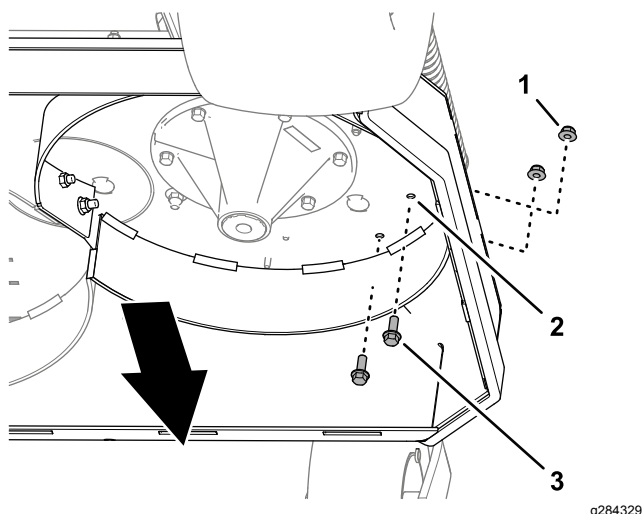

Figura 8
2. Instale 2 tornillos con arandela prensada ($\frac{3}{8}$ " x 1") en los taladros de 10 mm de la carcasa de corte (Figura 8) y sujete los tornillos con las 2 contratuercas con arandela prensada ($\frac{3}{8}$ ") que retiró en el paso 1.